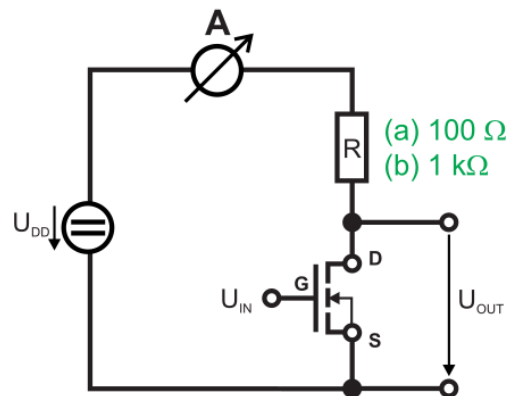

Abbildung 5.6: Aufbau: nMOS-Inverter mit Widerstand, konstante Eingangsspannung
2. Bauen Sie die Schaltung aus Abbildung 5.6 mit einem n-Kanal MOSFET auf. Verwenden Sie zunächst 100 Ohm als Pull-Up.